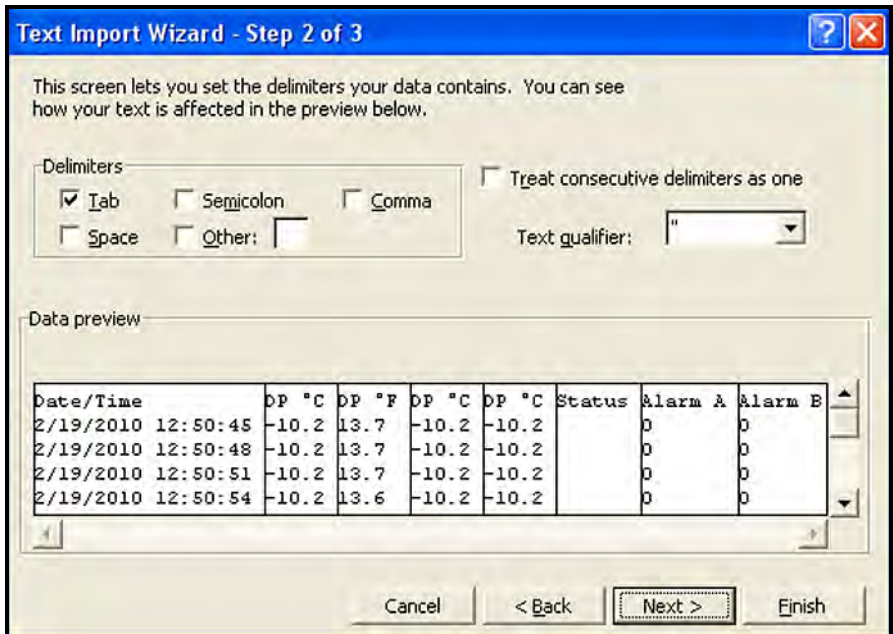

Abbildung 60: Import-Assistent von Microsoft Excel – Schritt 2
2. Befolgen Sie die Anweisungen auf dem Bildschirm, nehmen Sie erforderliche Änderungen vor und klicken Sie auf **Weiter**. Daraufhin wird ein Fenster wie in *Abbildung 60* unten geöffnet.